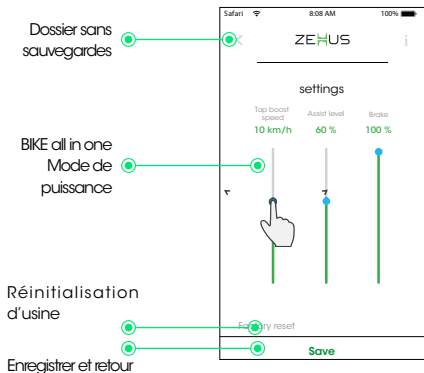

Figure 7: Section Réglages de la conduite et les icônes des modes d'alimentation
5.1 Utilisation des paramètres de conduite (Figure 7)